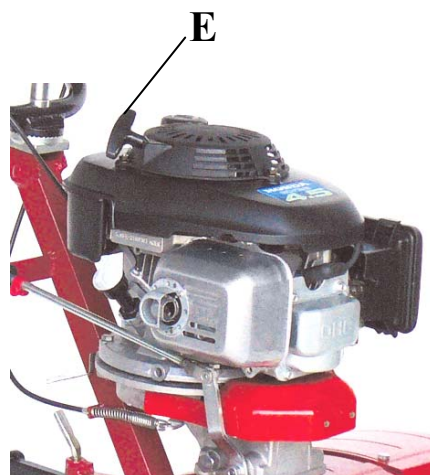

Fig. 9
- Impugnare la maniglia (**fig. 9 part. E**) dell'avviamento con una sola mano e tirare dolcemente fino a che non si aggancia l'arpionismo quindi dare uno strattone;